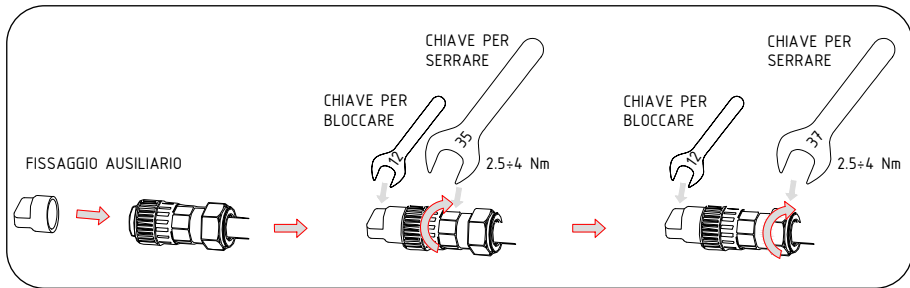

Figura 22 - Assemblaggio del terminale AC
- Agganciare l'attacco di plastica (fissaggio ausiliario) nell'elemento presa, serrare l'adattatore nell'elemento presa, quindi serrare il dado orientabile con una coppia di 2,5-4 Nm come illustrato in Figura 22.
- Collegare il connettore AC all'inverter, quindi avvitarlo in senso orario come illustrato in Figura 22: un lieve clic indica che la connessione è stata completata correttamente.